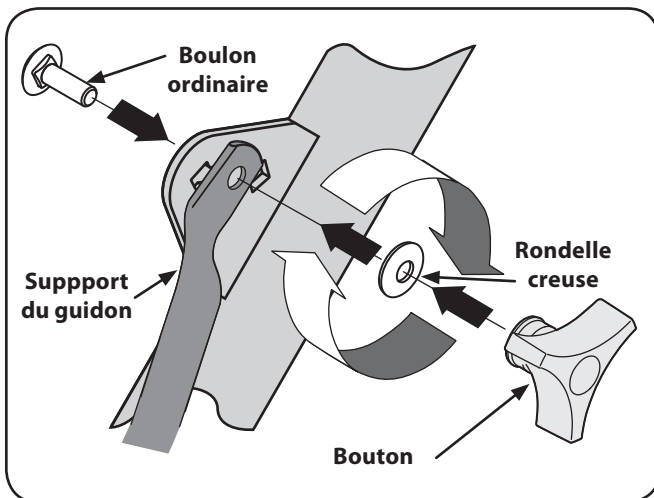

Fig. 3-4
- Serrez le boulon à fond après avoir installé le support du guidon comme à la Fig. 3-4.
- Insérez l'écrou ordinaire à travers le support soudé sur le guidon et dans l'extrémité du support du guidon. Voir la Fig. 3-4. Maintenez en place avec la rondelle creuse et le bouton.
- Choisissez l'une des trois positions du guidon (trois encoches sont aménagées dans le support soudé) et serrez le bouton pour maintenir le guidon à la position voulue. Voir la Fig. 3-4. Serrez le boulon hex. sur le guidon inférieur.